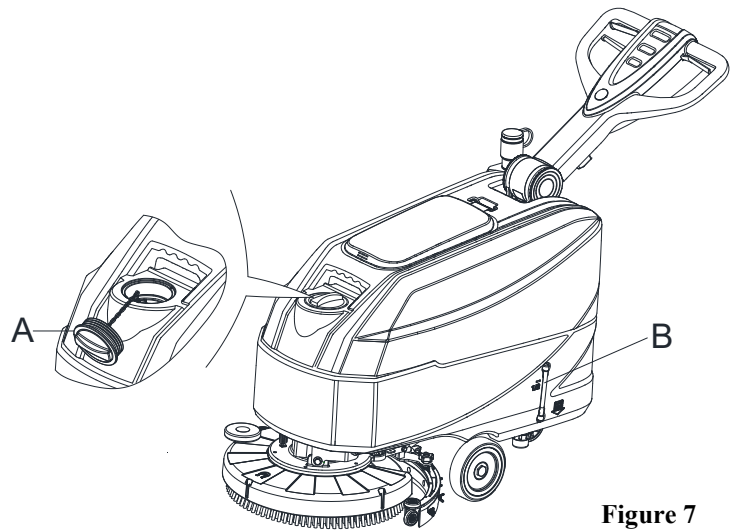

Figure 7
1. Ouvrez le couvercle d'entrée d'eau (A, Figure 7).
3. Ne remplissez pas trop le réservoir, et surveillez l'indicateur de niveau d'eau (B, Figure 7) pour connaître le volume d'eau.